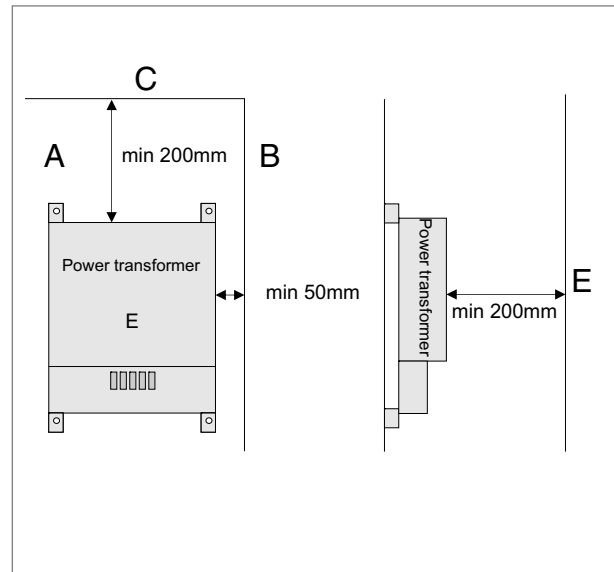

Abb. 2
Eine defekte Sicherung deutet in der Regel auf einen Kurzschluss oder eine Überlast des 12 V-Ausgangs hin. Dies wird durch eine rot aufleuchtende LED neben der Sicherung signalisiert (siehe Abb. 2) wenn ein Verbraucher angeschlossen ist.
- Installieren Sie den AC/DC-Wandler an einer gut belüfteten und vor Feuchtigkeit geschützten Stelle. Um eine optimale Wärmeableitung zu erreichen, muss das Gerät vertikal (siehe Abb. 2) montiert werden.